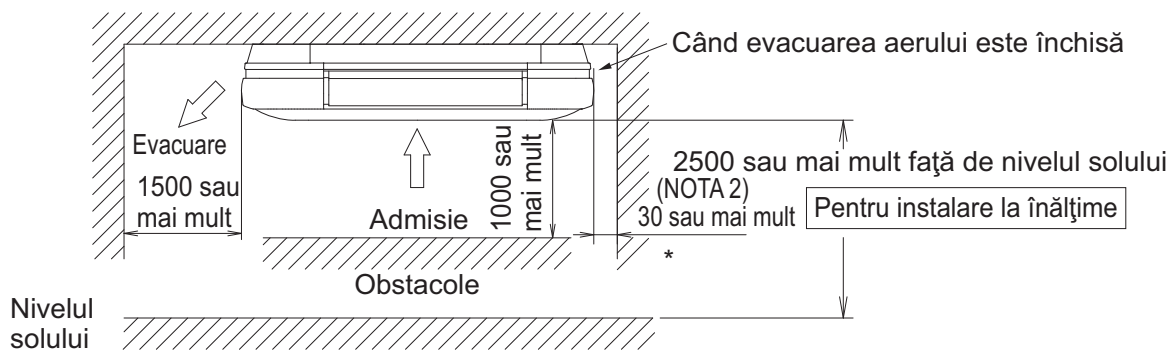
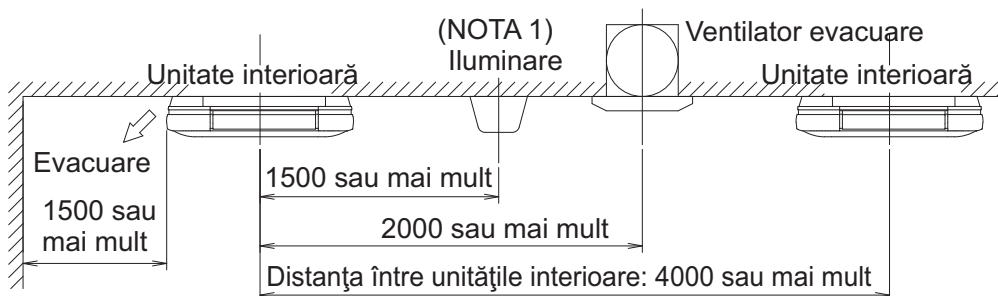

Fig. 1
Fig. 2
(1) Alegeți un loc de instalare care îndeplinește următoarele condiții și este aprobat de client.
- Unde poate fi asigurat un spațiu suficient pentru instalare și service. (**Consultați Fig. 1 și Fig. 2**)